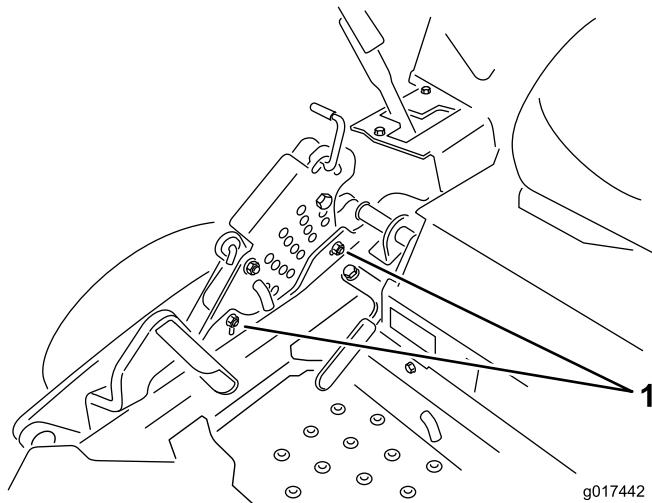

Bild 77
12. Zum Einstellen der zentralen Einstellung lösen Sie die zwei Schrauben unten an der Schnitthöhenplatte. Siehe Bild 77.
14. Ziehen Sie die Schrauben unten an der Schnitthöhenplatte an (Bild 77). Ziehen Sie sie auf 37-45 Nm an.